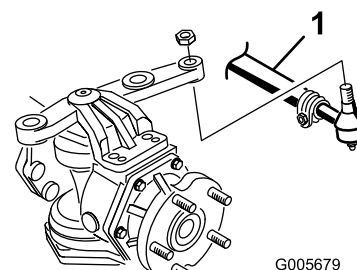

Figura 4
1. Retire os pinos de segurança e as porcas de coroa das extremidades da rótula esférica da barra de direcção. Insira as extremidades da rótula esférica no orifício traseiro de cada braço de direcção do eixo. Insira as rótulas esféricas a partir de baixo de cada braço de direcção (Figura 4).